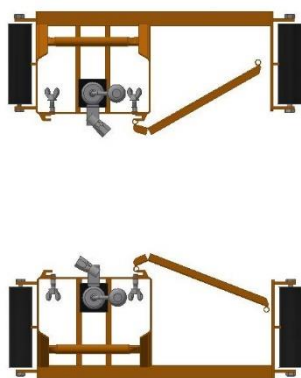

Abb. 1
2.1.1 Ein Paar Laufwerke mit Klappen und Höhenverstellung (Abb. 1)